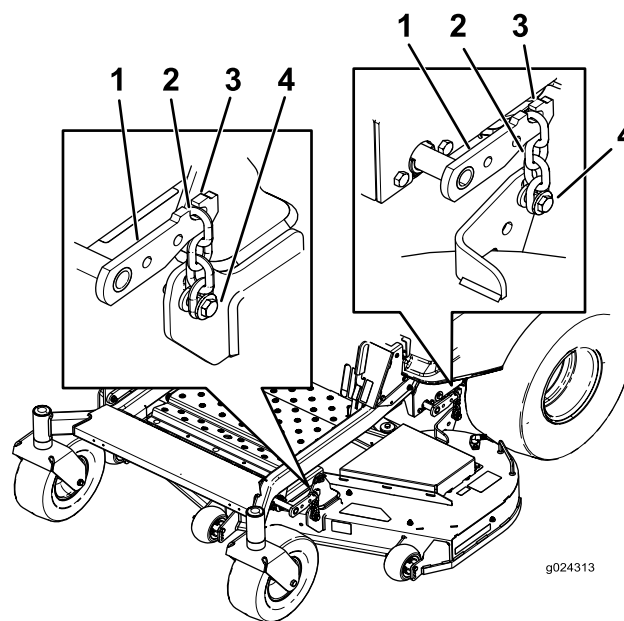

Figure 64
5. Desserrez les boulons de réglage aux quatre coins de sorte que le tablier repose bien sur les quatre cales (Figure 64).
6. Vérifiez que les quatre chaînes sont tendues (Figure 64).
7. Resserrez les quatre boulons de réglage (Figure 64).